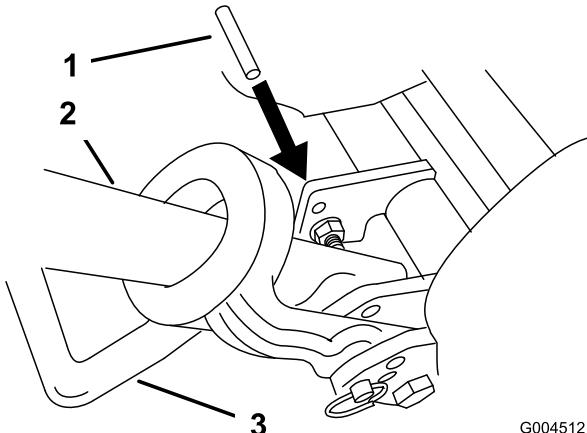

Figura 47
2. Abbassate il cavalletto e inserite un perno (o una spina) del diametro di 6,4 mm (1/4 poll.) nel foro del telaio soprastante il bullone di montaggio del cavalletto (Figura 47).